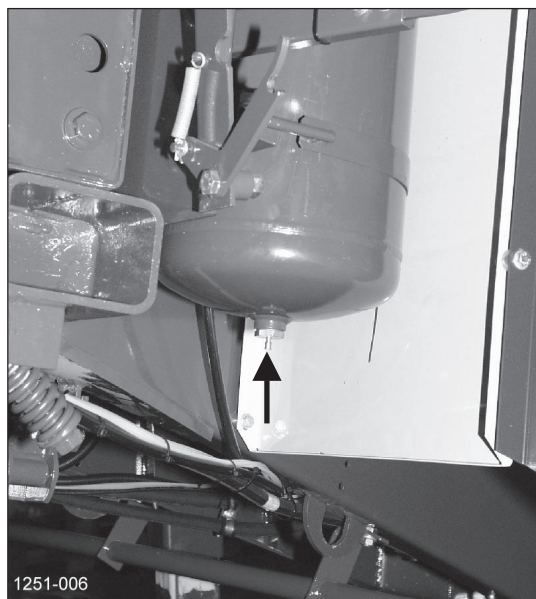

Рисунок 18
- ❑ Ежедневно выполняйте продувку пневморесивера (Рисунок 18) и проверяйте его на наличие повреждений и на надежность крепления.